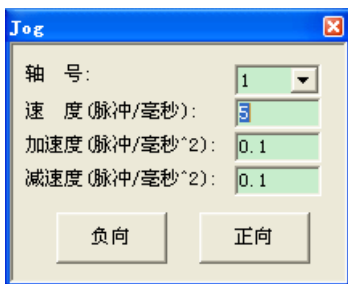

图 4-14 Jog 模块界面
- (1) 首先请确认控制器与端子板、端子板与驱动器之间已正确可靠连接（注意：68pin屏蔽电缆DB头上的插针较细，连接时注意对准，防止插针顶弯导致端子板和主卡通讯出错）。
- (2) 启动MCT2008，确认计算机与控制器之间通讯正常。
- (3) 按照上面脉冲模式的设置，无效掉限位和驱动报警，写入控制器，然后查看轴状态，确认轴不存在如报警、限位等异常状态。
- (4) 点击轴状态面板上的“伺服使能”，使能该轴。
- (5) 单击“视图”->“JOG”菜单项调出Jog面板，在“轴号”下拉框中选择控制轴。如图4-14所示。